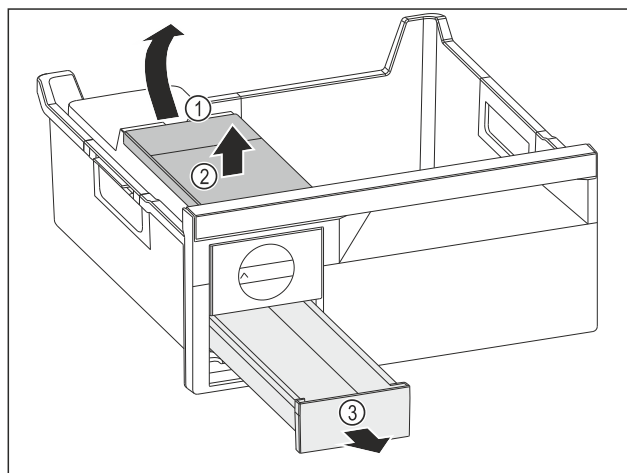

Fig. 84
- ▶ Vyjmutí nádržky na vodu: Zvedněte nádržku na vodu za vybrání Fig. 84 (1).
- ▶ Nádržku na vodu Fig. 84 (2) vyjměte nahoru.
- ▶ Zásuvku na kostky ledu Fig. 84 (3) vyjměte dopředu.